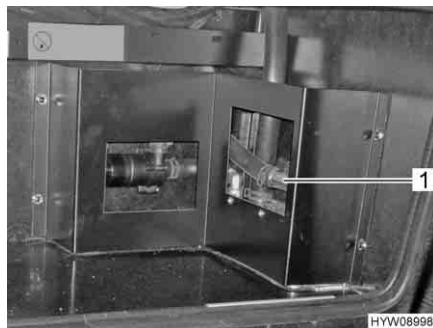

Fig. 147 Scambiatore di calore Alde
■ Posizionare la maniglia del rubinetto (Fig. 147,1) parallelamente alla tubazione.
■ Posizionare la maniglia del rubinetto (Fig. 147,1) trasversalmente rispetto alla tubazione.